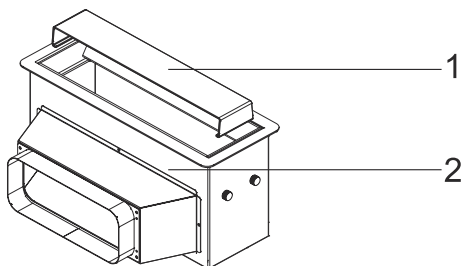

Fig. 6: Avmontering av kantsugplatta
1. ➔ Ta bort kantsugplattan/glaslet vid luftintaget (Fig. 6).